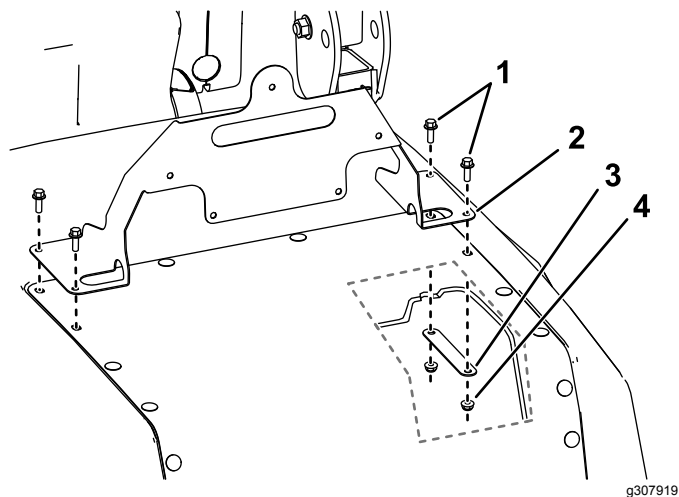

图 2
- 在步骤 1 中卸下塑料铆钉的相同位置将标识支架与机罩对齐图 2。
- 用 4 个凸缘头螺栓 1/4 x 3/4 英寸将标识支架安装到机罩顶部用 4 个锁紧螺母 1/4 英寸将 2 个底部支架安装到机罩底部图 2。